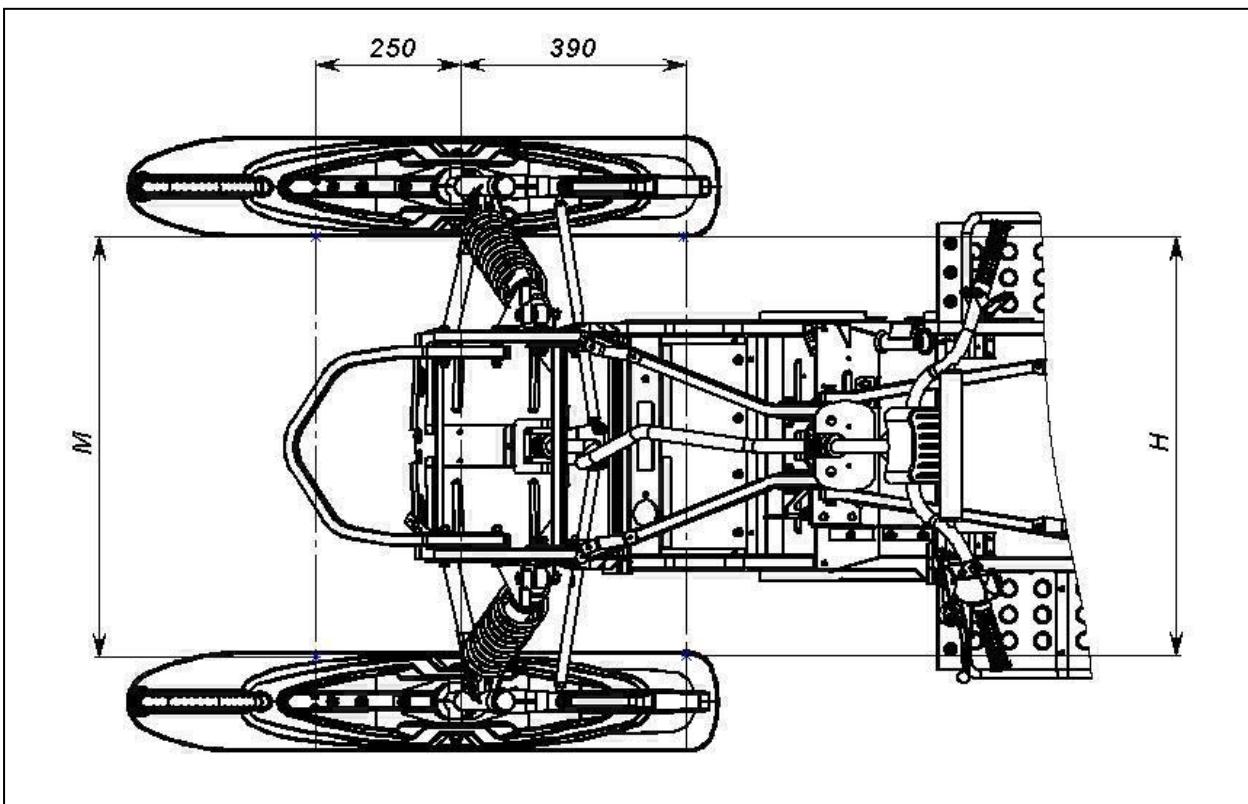

Рисунок 25 – Регулировка схождения лыж
- вращением рулевых тяг добейтесь, чтобы при положении лыж "прямо–вперед" расстояние М (рисунок 25) между передними концами лыж было больше на 10 мм, чем расстояние Н между задними концами лыж ( $M-N=10$  мм);